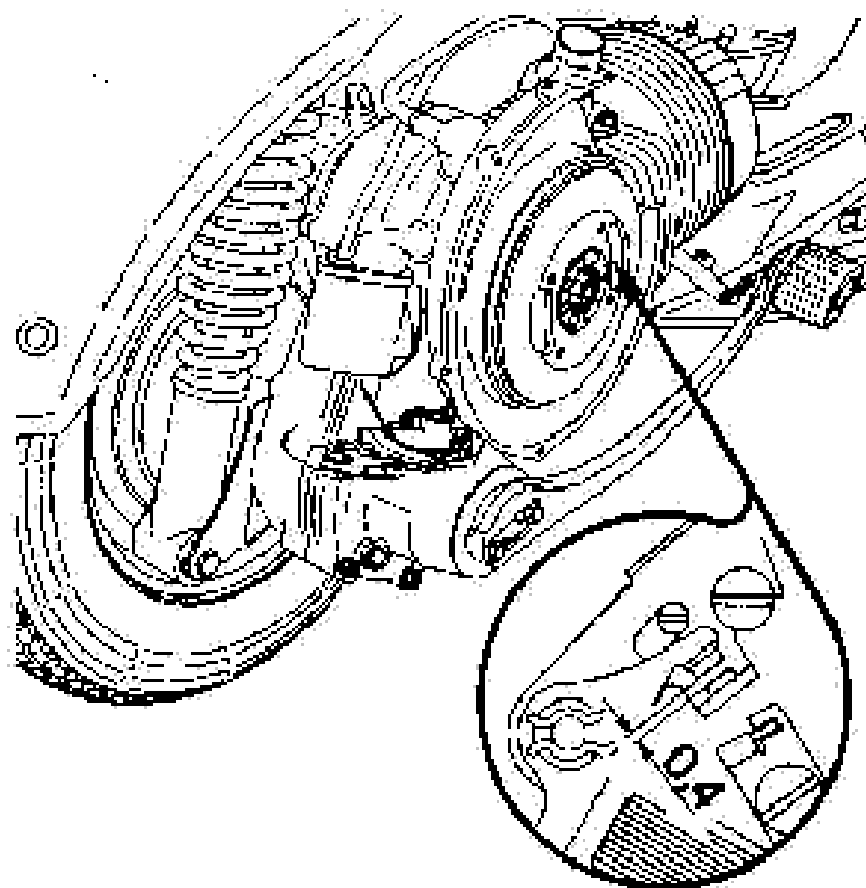

Fig. 14 - Registrazione puntine del rottore.
5) - Registrare (0,4 mm.) e pulire le puntine platinato del volano magnete (vedi fig. 14).